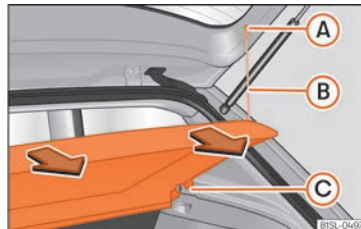

Fig. 95 En el maletero: desmontar y montar la bandeja.
- Desenganche los tirantes de sujeción » fig. 95 (B) de los alojamientos (A).
- Desenganche la bandeja de los soportes laterales (C) tirando de ella hacia arriba y extrayendo la bandeja.